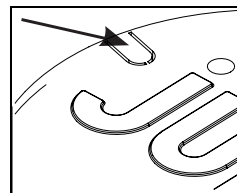
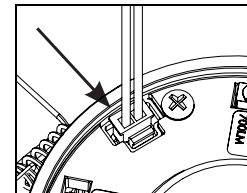

Figure 7
Figure 8
**Étape 6.** (MVOLT SEULEMENT) Pour les fils de gradation de 0 à 10 V, retirez les alvéoles (Fig 7) défonçables par-dessus le connecteur à deux positions. Raccordez le connecteur à deux positions au luminaire comme illustré (Fig. 8).